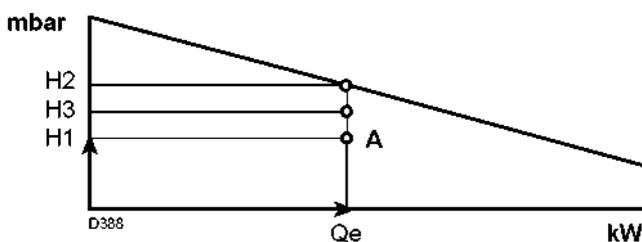

Рис. 39
- Проведите через точку А вертикальную линию, рисунок 39, и найдите максимальное давление H_2 в рабочем диапазоне.